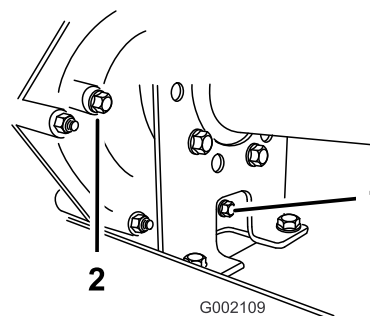

Figura 57
2. Limpe a área em torno dos tampões de enchimento e escoamento com um trapo (Figura 57).
4. Retire o tampão de enchimento rodando-o para a esquerda (Figura 57).
5. Retire o tampão de escoamento rodando-o para a esquerda (Figura 57).
6. Coloque e aperte o tampão de escoamento e a junta no orifício do tampão de escoamento da transmissão (Figura 57).
ou até o nível de óleo na transmissão estar alinhado com a parte inferior das estrias (Figura 57).
8. Coloque a aperte o tampão de enchimento e a junta no orifício do tampão de enchimento da transmissão (Figura 57).
10. Verifique o nível de fluido e adicione mais fluido, se o nível estiver abaixo das estrias do orifício do tampão de enchimento (Figura 57).